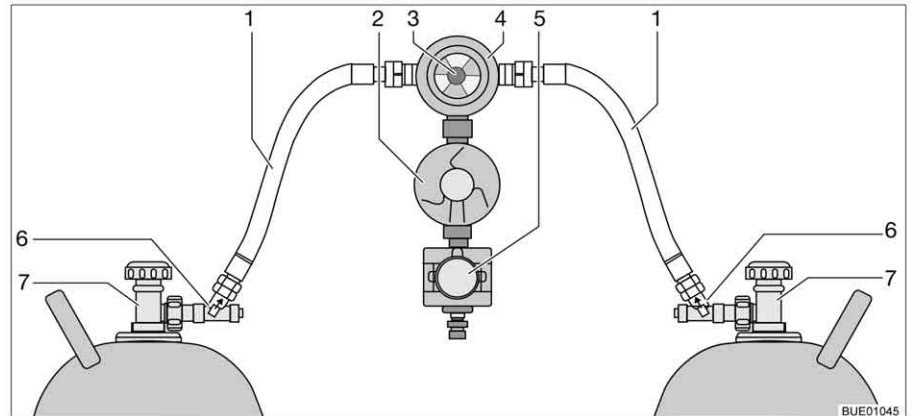

Fig. 110 Instalación de conmutación Crash Protection Unit
La Crash Protection Unit se compone de dos restrictores de desbloqueo manual (Fig. 110,6), una válvula selectora (Fig. 110,4) con regulador de presión (Fig. 110,2), una electroválvula (Fig. 110,5) y la unidad de mando con LED de tres colores. La válvula selectora está montada entre las dos gomas del gas (Fig. 110,1).
Con el botón giratorio (Fig. 110,3) en la válvula selectora se puede determinar cuál de las bombonas de gas se utilizará como bombona de servicio y cuál bombona de gas como bombona de reserva.
En la unidad de mando (Fig. 111) únicamente pueden conmutarse las funciones eléctricas. Las llaves de paso principales de las bombonas de gas (Fig. 110,7) y los desbloques (Fig. 110,6) deben abrirse a mano.
- Abrir las llaves de paso principales en las bombonas de gas (Fig. 110,7).
- Pulsar los desbloques (Fig. 110,6), uno tras otro, durante 10 segundos.
- Con el botón giratorio (Fig. 110,3) en la válvula selectora (Fig. 110,4), seleccionar la bombona de gas de la que habrá de tomarse el gas principalmente (bombona de servicio). Girar el botón giratorio siempre hasta el tope.
- Cerrar las llaves de paso principales en las bombonas de gas (Fig. 110,7).